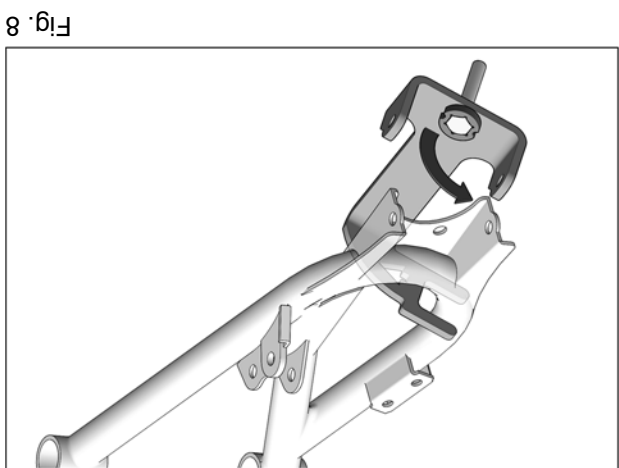

Fig. 8
7. Glisser l'ouverture en «C» à l'arrière de l'ancrage sur le bras de suspension, tel que montré à la Fig. 8